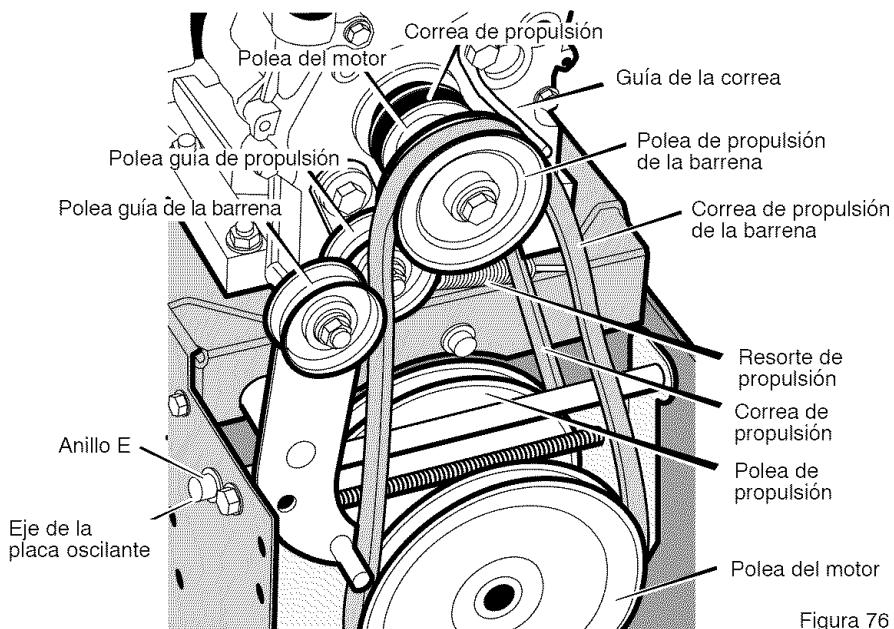

Figura 76
3. Afloje la tuerca de la polea guía de la barrena y mueva esta última hacia la correa un octavo de pulgada aproximadamente (3 mm) (Figura 76).
- Afloje la **guía de la correa**. Separe la **guía** de la **polea de propulsión de la barra** (Figura 76).
- Quite la antigua **correa del propulsor de la barra** de la **polea del propulsor de la barra**. Cambie la **correa del propulsor de la barra** por una correa de repuesto original de fábrica disponible en un centro de servicio autorizado (Figura 76).
3. Quite el **anillo E** de uno de los extremos del **eje de la placa oscilante**. Quite este **eje** para que la placa oscilante gire hacia adelante (Figura 76).